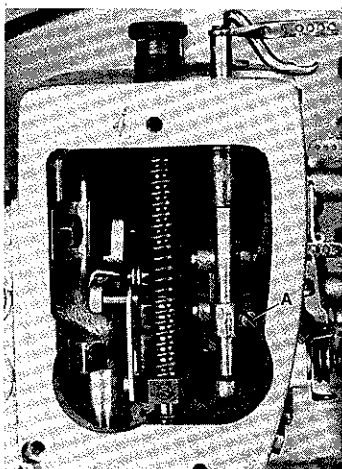
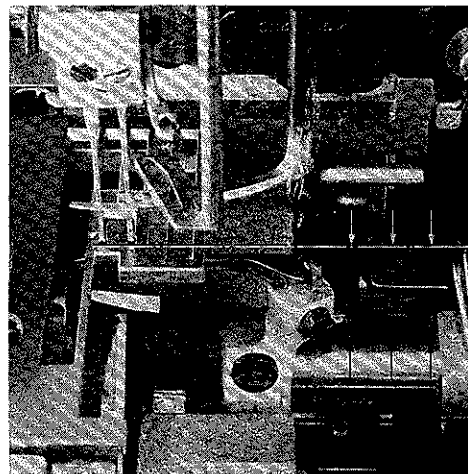
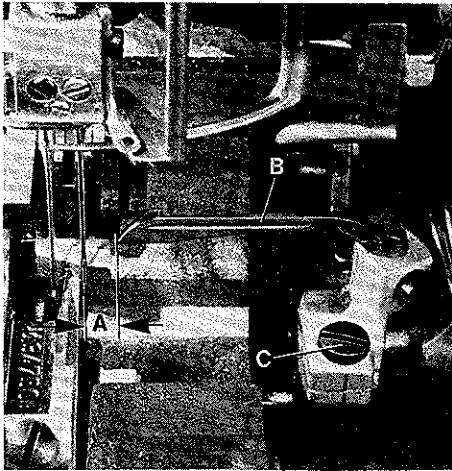
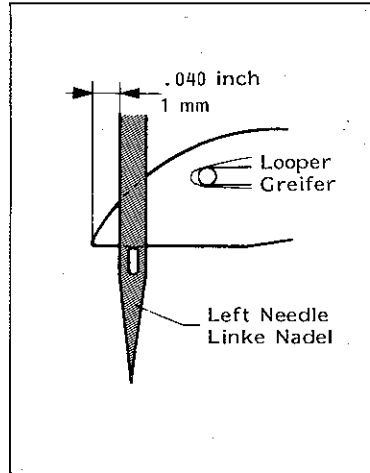

Fig.16
Fig.17
Fig.18
Fig.19
3. Loosen screw (A, Fig. 16) and turn needle bar as required, so the needles center in the needle holes of throat plate and are parallel to the looper shaft (see Fig. 17). This can be checked by holding a ruler against the needles.
4. Retighten screw (A, Fig. 16).
Turn the pulley until the looper (B, Fig. 18) is at its farthest position to the right. In this position the distance (A, Fig. 16) from the center of the right needle to the point of looper should be 4,8 mm (3/16 in.) on the two-needle 8, 10 and 12 gauge styles and 4,0 mm (5/32 in.) on the three-needle 16 gauge styles. Looper gauges No. 21225-3/16 and No. 21225-5/32 can be used advantageously in making this setting.
The height of needle bar is correct, when the looper point at its travel from right to left is 1 mm (.040 in.) left of the left needle (see Fig. 19) and the top of the needle eye is flush with the underside of the looper. For adjustment loosen screw (A, Fig. 16) and move needle bar up or down as required. Retighten screw (A).
* The needle bar can also be aligned and set to height without removing the Metering Device. For this, remove plug (Q, Fig. 57) in the head cover plate to have access to screw (A, Fig. 16) in the needle bar connection. Remount the plug.
3. Lösen Sie die Schraube (A, Fig. 16) und drehen Sie die Nadelstange so, daß die Nadeln mittig in die Stichlöcher der Stichplatte einstechen und parallel zur Greiferwelle stehen (siehe Fig. 17). Dies kann durch Anlegen eines Lineals an die Nadeln geprüft werden.
4. Ziehen Sie die Schraube (A, Fig. 16) wieder an.
Drehen Sie am Handrad bis der Greifer (B, Fig. 18) in seiner rechten Einstellung ist. In dieser Stellung muß der Abstand (A, Fig. 18) zwischen Mitte rechter Nadel und Greiferspitze 4,8 mm (3/16 in.) bei den Zweinadel 8, 10 und 12 gauge Maschinen und 4,0 mm (5/32 in.) bei den Dreinadel 16 gauge Maschinen sein. Die Greifereinstelllehren Nr. 21225-3/16 und Nr. 21225-5/32 erleichtern diese Einstellung.
Die Nadelstangenhöhe ist richtig eingestellt, wenn die Greiferspitze bei ihrem Weg von rechts nach links 1 mm links der linken Nadel steht (siehe Fig. 19) und Oberkante Nadelöhr und Unterkante Greifer in gleicher Höhe stehen. Lösen Sie für diese Einstellung die Schraube (A, Fig. 16) und schieben Sie die Nadelstange nach Bedarf nach oben oder unten. Ziehen Sie die Schraube (A) wieder an. Beachten Sie, daß bei dieser Einstellung die Nadelstange nicht verdreht wird.
* Die Nadelstange kann auch ohne Abbau der Zumeßeinrichtung (Metering Device) ausgerichtet und auf die Höhe eingestellt werden. Entfernen Sie dazu den Verschlusstopfen (Q, Fig. 57) in der Kopfdeckelplatte, damit die Schraube (A, Fig. 16) im Nadelstangen-Mitnehmer zugänglich wird. Montieren Sie den Verschlusstopfen wieder.
For adjustment loosen clamp screw (C, Fig. 18) and rotate the looper holder as required. Retighten the clamp screw. Always check the looper gauge setting after setting the looper to back of the needle, and conversely, always check the setting of the looper to the back of the needle after setting the looper gauge.
Zur Einstellung lösen Sie die Pratzschraube (C, Fig. 18) und verdrehen den Greiferhalter entsprechend. Ziehen Sie die Schraube wieder an. Überprüfen Sie immer den Greiferabstand nachdem Sie den Greifer zur Nadelrückseite eingestellt haben und umgekehrt, prüfen Sie immer die Stellung des Greifers zur Nadelrückseite, wenn Sie den Greiferabstand eingestellt haben.